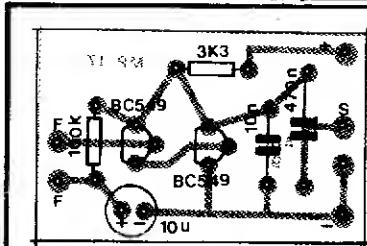

Fig. 4
- **FIG. 4** - "Chapeado" da montagem, ou seja: a visualização estilizada de todas as peças já posi-